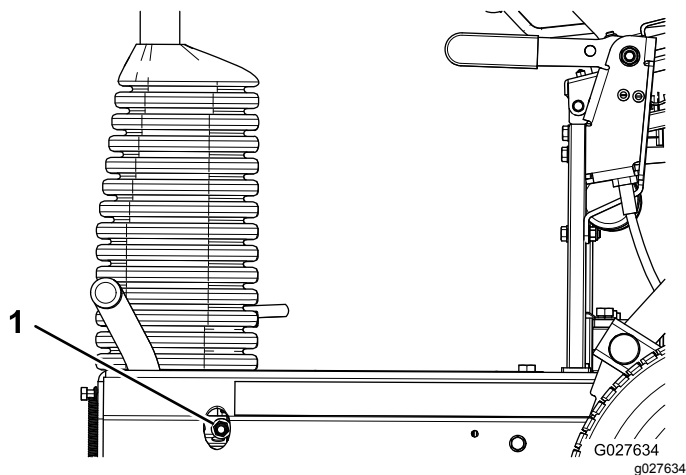

Рисунок 37
- Чтобы увеличить тормозное усилие, затяните контргайку тормоза (Рисунок 37).
- Чтобы уменьшить тормозное усилие, ослабьте контргайку тормоза (Рисунок 37).